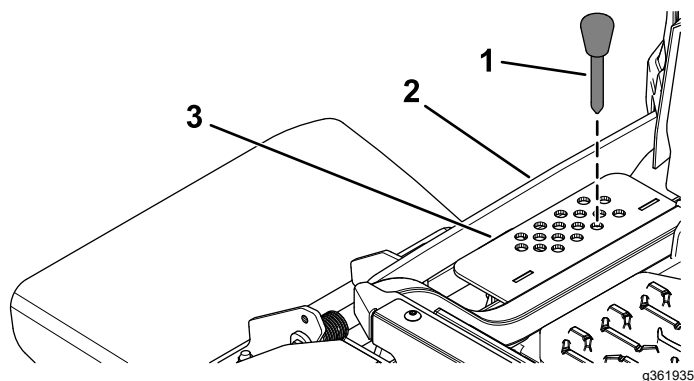

**Figura 31**
1. Spingete verso l'alto l'interruttore di sollevamento del piatto (Figura 31).